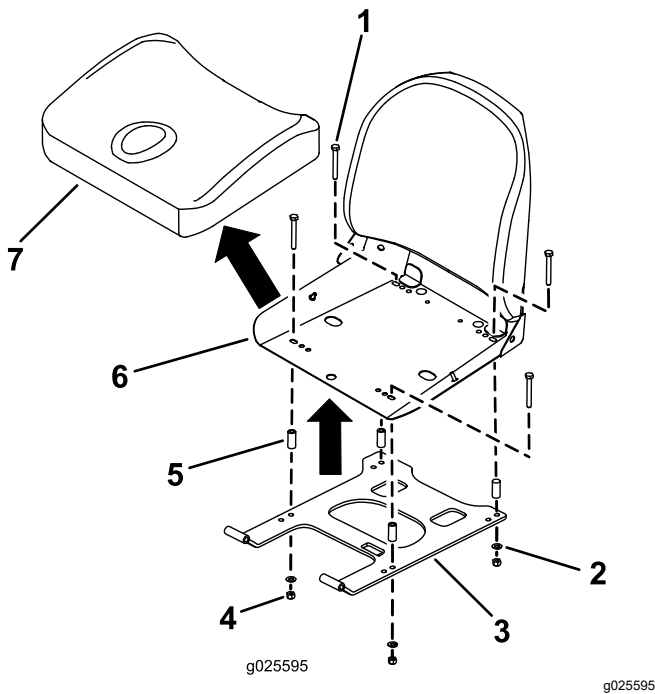

Figura 8
1. Instale el asiento en el bastidor de asiento nuevo con los 4 tornillos de cabeza hexagonal (5/16" x 2½"), las 4 arandelas (5/16"), las 4 tuercas con arandela prensada dentada (5/16"), y los 4 espaciadores (Figura 8).